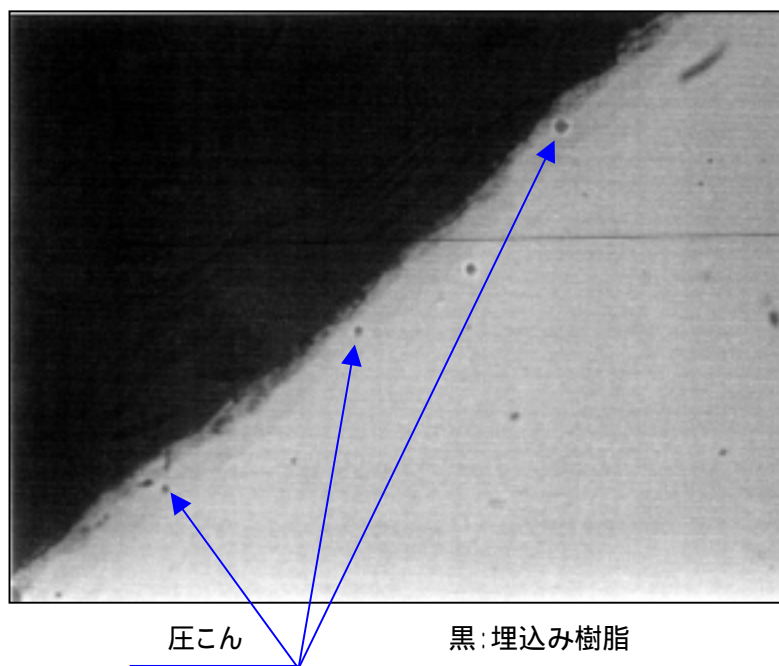

図3
3) 試験した圧こんの写真(倍率:約 1000 倍)を図3に示します。